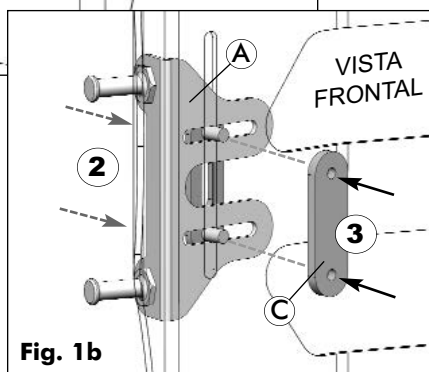

Fig. 1b
- Na parte traseira da estrutura do encosto, instale os 2 parafusos salientes do suporte de montagem através da ranhura vertical na estrutura do encosto MX2 (2); (consulte a Fig. 1b).
- Para fixar o suporte de montagem à estrutura do encosto Mx2, enrosque os parafusos na placa de porcas (D) na parte frontal (interior) da estrutura do encosto (3); (Consulte a Fig.1b.)
- 2 Instale o suporte de montagem de extração rápida restante (A) no lado oposto da estrutura do encosto (de acordo com o Passo 1 acima).